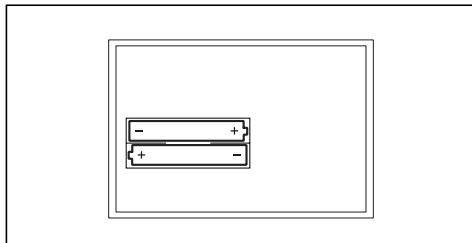

Fig. 4.2 Udskiftning af batterierne
- Skift nu batterierne (2x AAA-LR03; fig. 4.2). Sørg for, at batteriernes polaritet er korrekt.